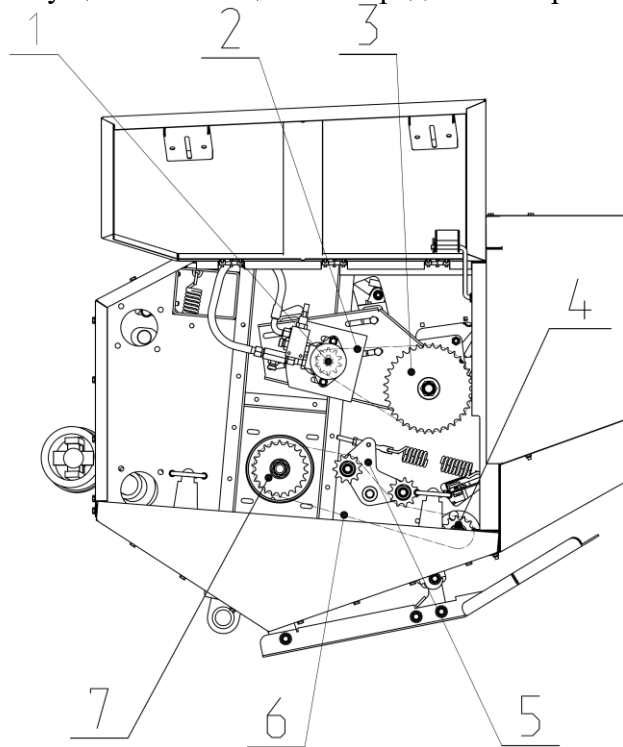

Рис. 1.4 Привод правой части жатки.
2.2.3 Привод мотовила 3 (рис.1.4) осуществляется цепной передачей 2 от гидромотора 1, а вала протягивающего 4 осуществляется цепной передачей от правой цапфы вала шнека 7.